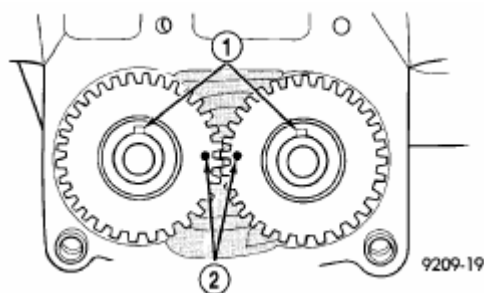

Рис. 117. Положения шестерен при установке фаз.
(2) Установить шестерню с короткой ступицей на ведущий вал звездочки, а шестерню с длинной ступицей на ведомый вал. Повернуть валы так, чтобы шпоночные канавки шестерён были направлены вверх, а метки установки фаз на шестернях находились в положении, как показано на Рис.117. **Сохранить это положение на весь период регулировки фаз.**